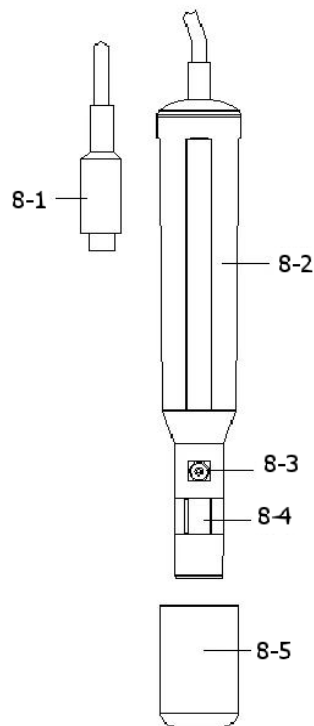

Fig. 5
- 1) Prepare la sonda de oxígeno (opcional, DOPB-11), instale el "Enchufe de la sonda" (8-1, Fig. 5) en el conector/toma de entrada " DO" (3-14, Fig. 1).
1) Instale el "Enchufe de la sonda" (8-1, Fig. 5) en la toma " DO " (3-14, Fig. 1).
- 5) **Cuando no use la sonda, deberá poner la funda de protección del cabezal de la sonda (8-5, Fig. 5)**